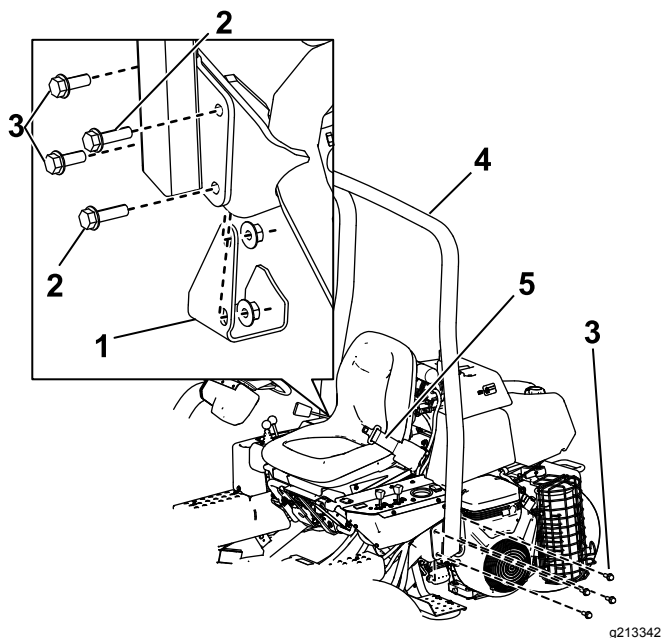

図 6
- ROPSの左側を取り付けブラケットに固定するボルト $\frac{1}{2}$ " x  $1\frac{1}{2}$ "4本とロックナットを使用する 図 6。
- ROPSバーの右側、および先ほど取り外したジャッキパッドを、取り付けブラケットに固定するボルト $\frac{1}{2}$ " x  $1\frac{1}{2}$ "2本、ボルト $\frac{1}{2}$ " x  $1\frac{3}{4}$ "2本、ロックナットを使用し、 図 6に示すように取り付ける。